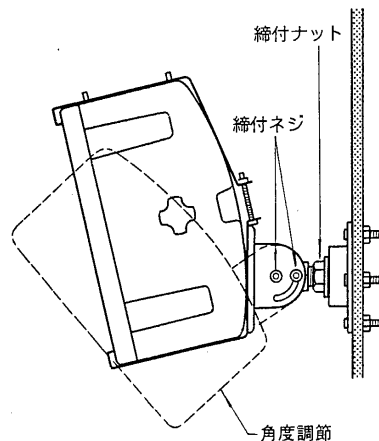

図7
⑦スピーカーの取付が水平になるように調節し、締付ナットを強く締め付けてください。なお、ゆるみ防止のため塗料または、接着剤を軸ネジとナットにつながるように適量塗ってください。(図7)
⑧締付ネジを2本ともゆるめ、スピーカー本体の角度を調節し、締付ネジを締め固定してください。(図7) 角度は最大70° までの範囲で調節できます。